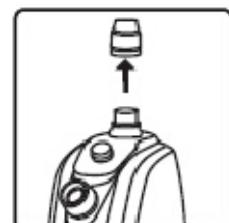

fig.6
2. Desatornille y levante el tornillo de fijación de la varilla de la base del T22S. (fig.6)